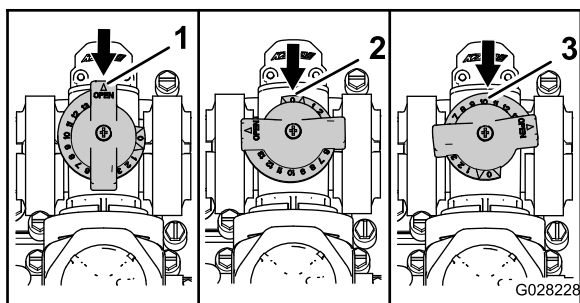

Figure 49
- La vanne de dérivation d'agitation est en position complètement OUVERTE comme montré à la Figure 49.
- La vanne de dérivation d'agitation est en position complètement FERMÉE (0) comme montré à la Figure 49.
- La vanne de dérivation d'agitation est en position INTERMÉDIAIRE (réglée en fonction du manomètre pour le système de pulvérisation) comme montré à la Figure 49.